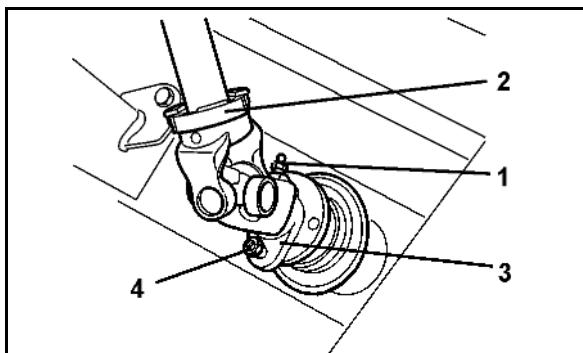

図 59
3. 保護カバー(図 59/1)を取り付け位置へ回転させます。
4. ガードの半分(図 59/3)を引き抜きます。